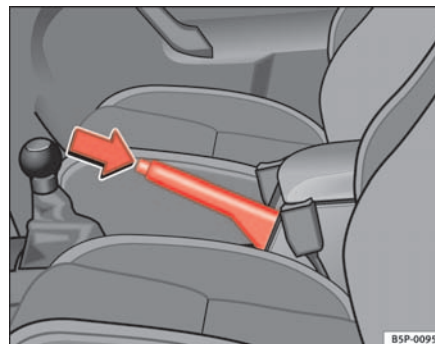

Fig. 141 Freno de mano entre los asientos delanteros
⇒ fig. 141.
- Tire ligeramente de la palanca hacia arriba, presione el botón de desbloqueo en la dirección de la flecha ⇒ fig. 141 y baje completamente la palanca. ⇒